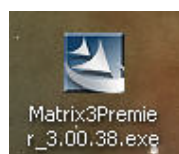

FIG. 12
3. Double-cliquez sur l'icône Matrix3Premie r_3.00.38.exe (FIG. 12).